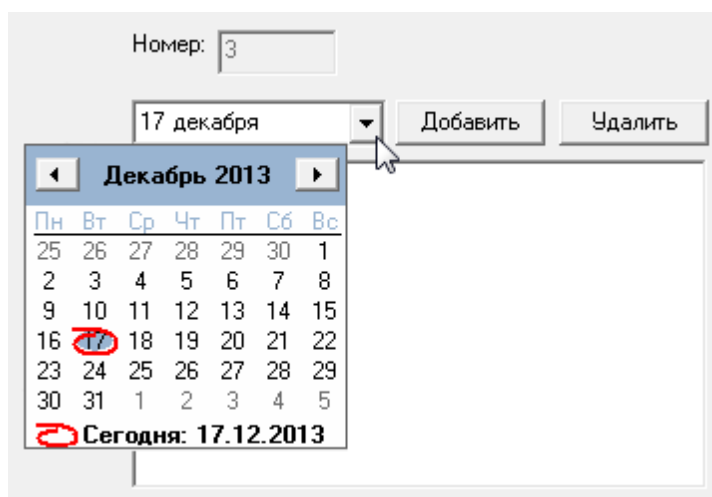

Рисунок 8 — Окно частных свойств элемента **Список праздников BioSmart**
3. В окне частных свойств элемента **Временная зона BioSmart** (рисунок 8) отредактируйте интервалы времени, в течение которых доступ будет разрешен.